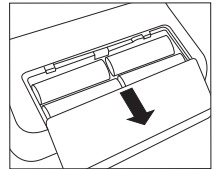

Рис. 1
■ Откройте крышку отсека для батареек на нижней панели прибора (см. рис. 1). Установите батарейки (см. главу 13 Технические характеристики). При установке батареек обязательно соблюдайте правильную полярность («+» и «-»). Закройте крышку отсека для батареек. На дисплее будут мигать надписи 12 h или 24 h. Установите дату и время в соответствии с приведенными ниже указаниями.